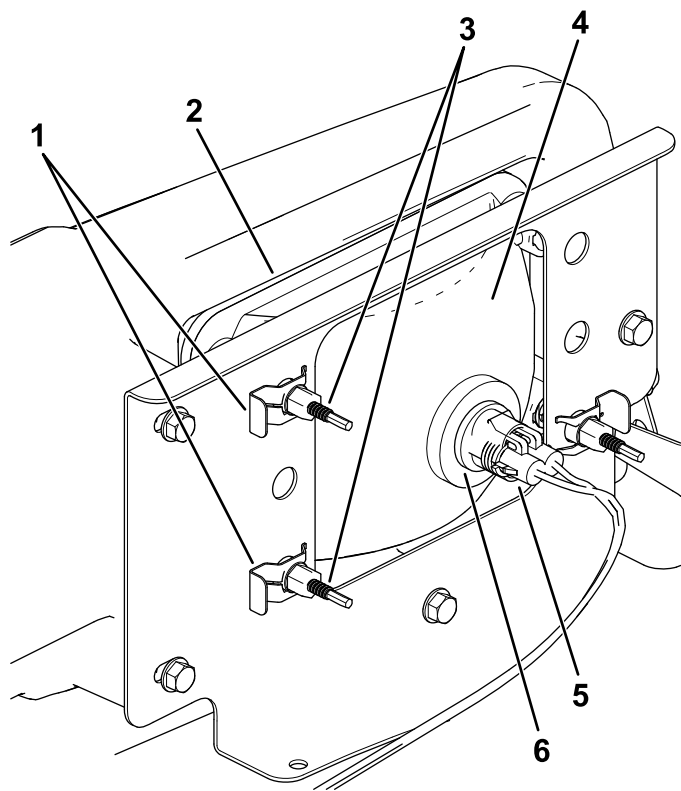

Figura 41
3. Desconecte el conector eléctrico del arnés de cables del conector del conjunto de la lámpara (Figura 41).
- Retire los conectores rápidos que sujetan el faro al soporte del faro (Figura 41).
- Retire el faro desplazándolo hacia adelante y pasándolo por el hueco del parachoques delantero (Figura 41).
- Introduzca el faro nuevo a través del hueco del parachoques (Figura 41).
- Sujete el conjunto del faro con los conectores rápidos que se retiraron en el paso (4).
- Conecte el conector eléctrico del arnés de cables al conector del conjunto de la lámpara (Figura 41).
- En la parte trasera del faro, gire los tornillos de ajuste (Figura 41) para pivotar el conjunto y ajustar de la posición del haz de luz.